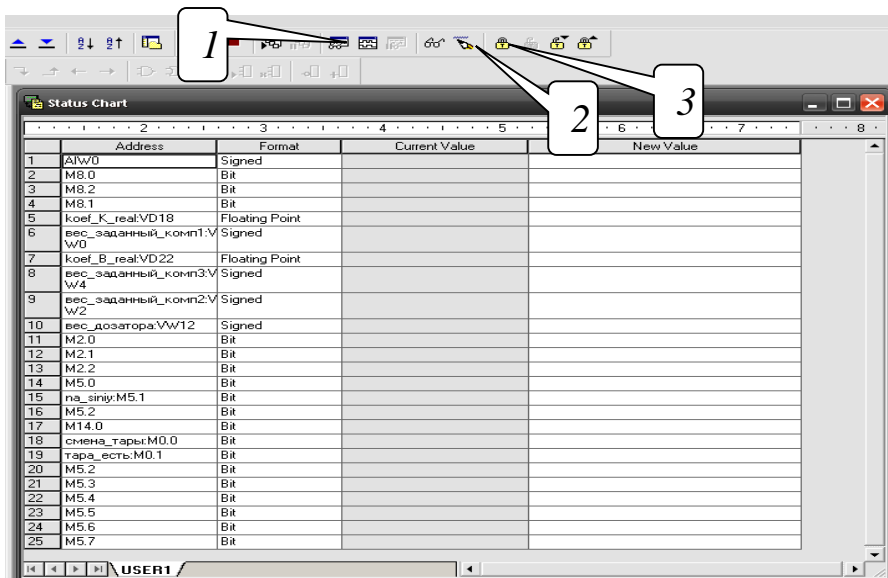

Рисунок 3.3 – Вікно Status Chart
1. При вазі дозатора G_0 , рівній 0 кг для свого стенду визначаємо JD_0 (кількість одиниць АЦП). Їх можна спостерігати у вікні Status Chart у строці адреси AIW0, дивися рис. 3.3.
Важливо! Натиснувши кнопку 1 (дивися рис. 3.3) ми отримуємо візуалізацію значень у реальному часі. У стовпчику Current Value спостерігаємо поточне значення (наприклад, задана вага компонента або встановити чи скинути який-небудь запит, то в стовпчику New Value задаємо його нове значення й натискаємо кнопку 2 для запису в пам'ять ПЛК, зміни спостерігаємо в Current Value. Якщо ми хочемо щоб значення, що спостерігається не змінювалось при перезавантаженні, то фіксуємо (режим «Forced») його використовуючи кнопку 3.